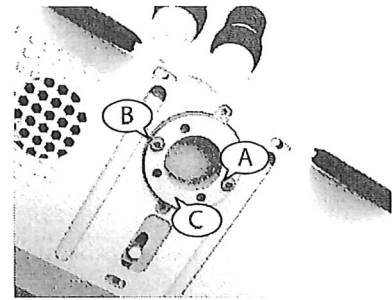

Figura 33
- Saque los tornillos (Ref. A B figura 33) fuera del soporte con tuerca de bloqueo;
- Retire la contratuerca (Ref. C Figura 33) del cuerpo óptico y luego retire el vidrio;
- Vuelva a insertar el vidrio nuevo / limpio en su alojamiento y coloque cuidadosamente la contratuerca, apretándola con los dos tornillos (Ref.A B figura 33).